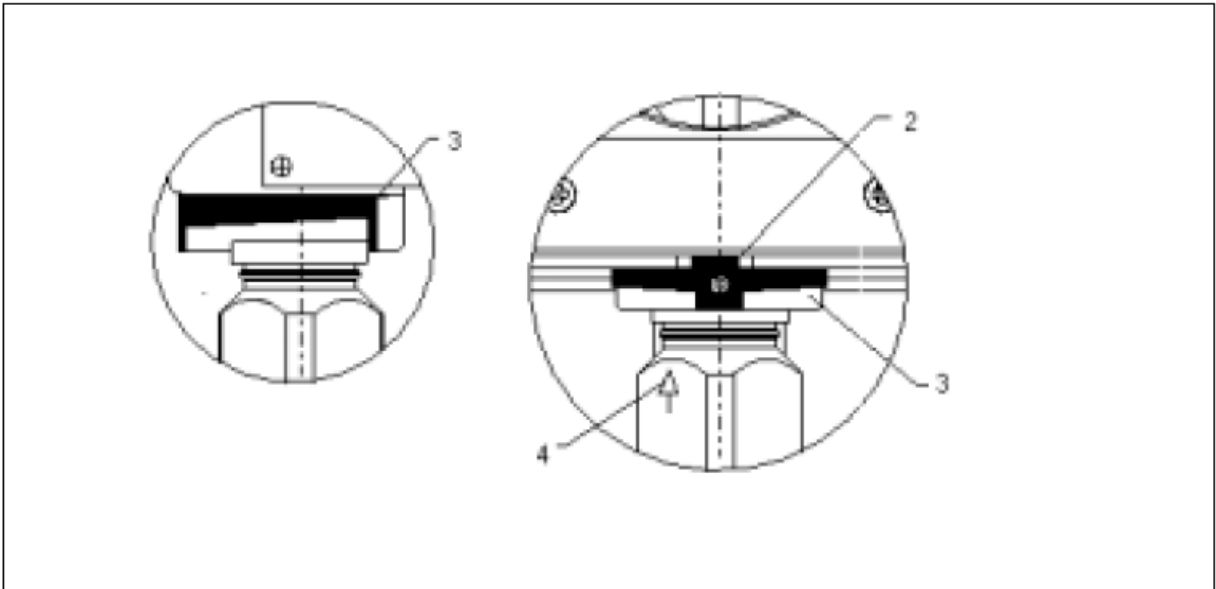

Рис. 35. Диапазон вращения измерительной ячейки (у измерительных Датчиков 4033,4034,4035,4233,4234,4235)
Допускается только ограниченное вращение! Диапазон вращения (3, рис. 35) помечен на ножке корпуса электроники; на шейке измерительной ячейки находится ориентировочная метка (4), которая при вращении должна оставаться в помеченном диапазоне.